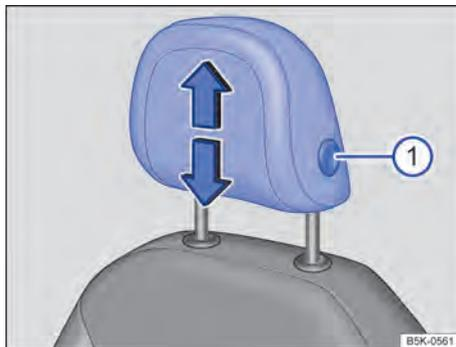
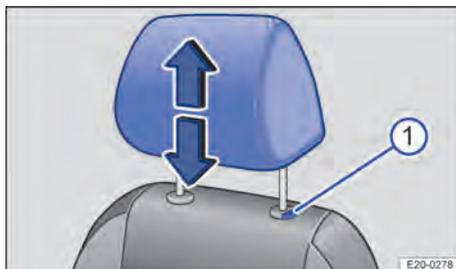

Fig. 62 No banco dianteiro: regular o apoio para cabeça (variante 1).
Fig. 63 No banco dianteiro: regular o apoio para cabeça (variante 2).
1. Empurrar o apoio para cabeça para baixo com o botão pressionado → Fig. 62 ① ou → Fig. 63 ①.